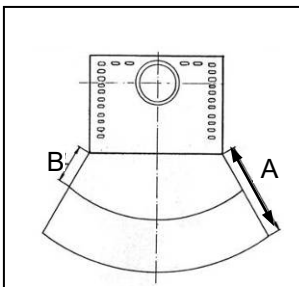

Bild 2
Im Sichtbereich (Strahlungsbereich) des Feuers muss zu brennbaren Bauteilen, Möbel oder auch z.B. zu Dekostoffen ein Abstand nach vorne von mindestens **80 cm (A)**, gemessen ab Vorderkante Feuerraumöffnung eingehalten werden. Der Sicherheitsabstand reduziert sich auf **40 cm (B)**, wenn ein belüfteter Strahlungsschutz vor das zu schützende Bauteil montiert wird (Bild 2)